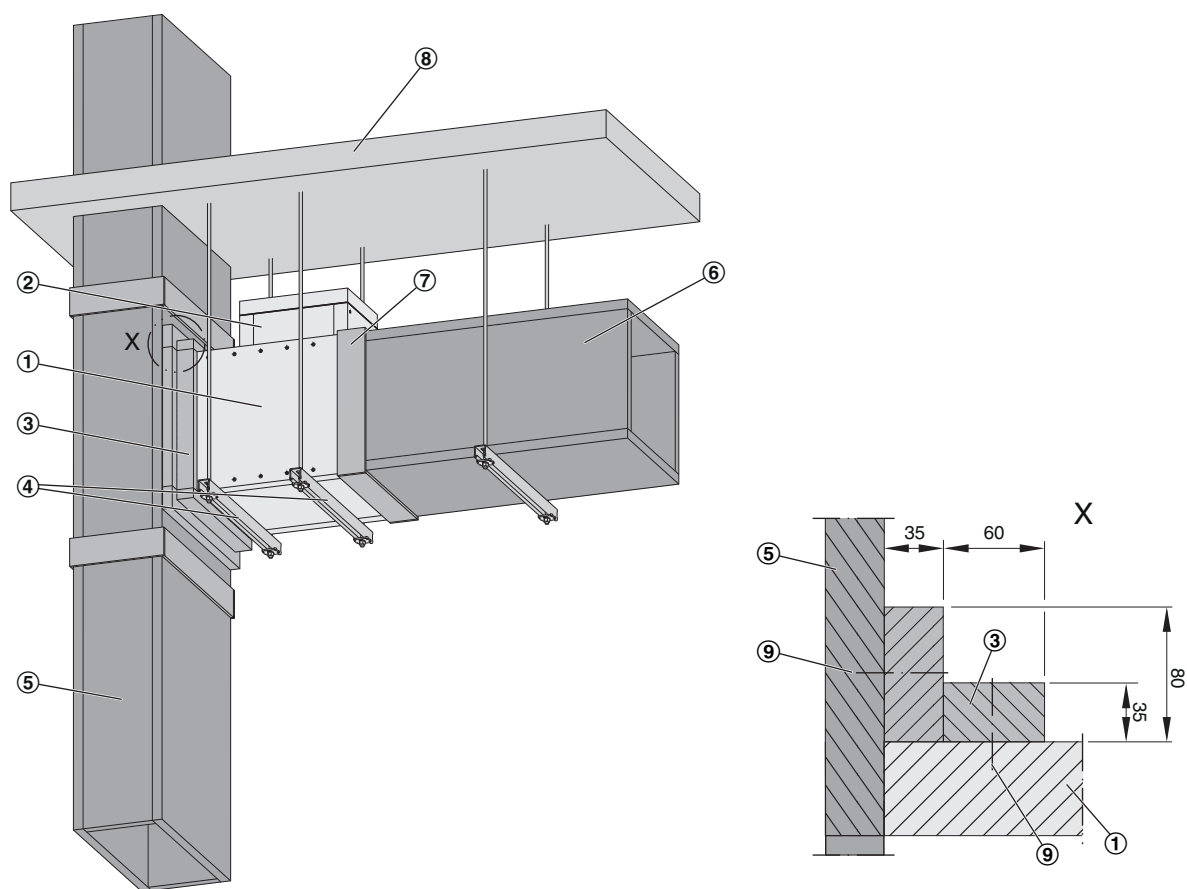

Fig. 9: Montage dans des gaines d'extraction de fumée horizontales et sur des gaines d'extraction de fumée verticales résistantes au feu
2. ▶ Raccorder la gaine d'extraction de fumée résistante au feu au volet de désenfumage à l'aide d'un profilé (Voir la Fig. 9/3). Appliquer de la colle (par ex. K84, Promat ou similaire) sur les joints entre les profilés, entre les profilés et la gaine et entre les profilés et la virole, puis relier les profilés avec des agrafes en acier 63/11,2/1,53 mm, distance $\leq 150 \text{ mm}$.
3. ▶ Raccorder (Voir la Fig. 9/7) la gaine d'extraction de fumée résistante au feu au volet de désenfumage 22 Chapitre 6 « Raccordement de la gaine d'extraction de fumée » à la page 22.